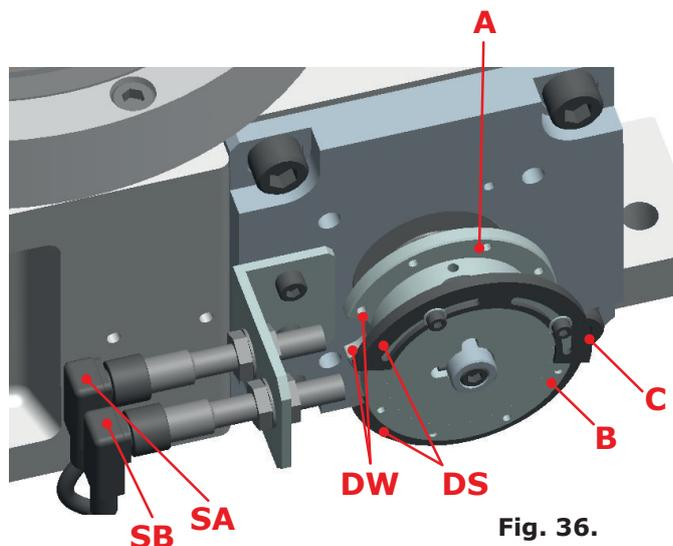
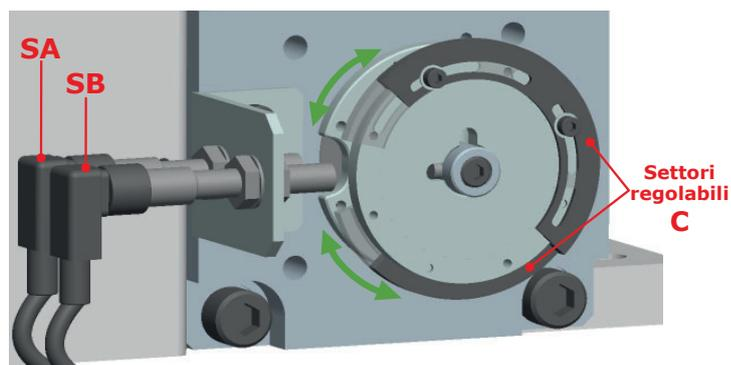

Fig. 36.
Fig. 37.
- Il sistema di arresto del motore durante la sosta meccanica della camma è composto da due camme di fase A e B e due sensori (PNP n.o.) SA e SB (Fig. 36).
- La seconda camma di fase designata come B è regolabile: l'apertura DS deve essere regolata per risultare uguale o maggiore del taglio nella camma A (DW).
- Il motore comincia a decelerare (Diag. 1 - Pos. 2) e si ferma (Diag. 1 - Pos. 3) nella fase di fermo della unità (DW).
- Quando il motore è fermo, l'uscita del sensore SA deve essere bassa altrimenti (Diag. 1 - Pos. 4) l'unità non si è arrestata correttamente nella fase di fermo (Diag. 2 - Pos. 3). In questo caso si devono allargare i settori regolabili C della camma di fase B come mostrato in Fig. 37 affinché il segnale di stop del motore sia rilevato con maggior anticipo, quindi verificare che il motore decelerasse abbastanza velocemente da fermarsi nella fase di fermo. Il sensore di prossimità SA sarà basso con il motore fermo.